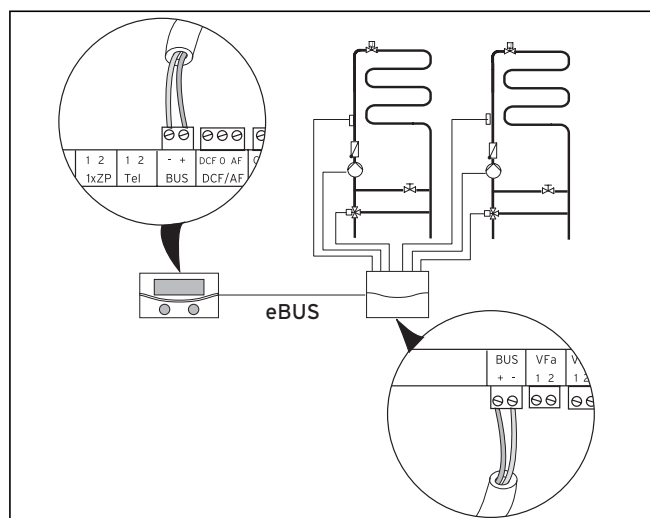

Рис. 7.22 Установка дополнительных смесительных контуров с VR 60
- Строение системы указано на (→ Рис. 7.22). Придерживайтесь → руководства по монтажу смесительного модуля.